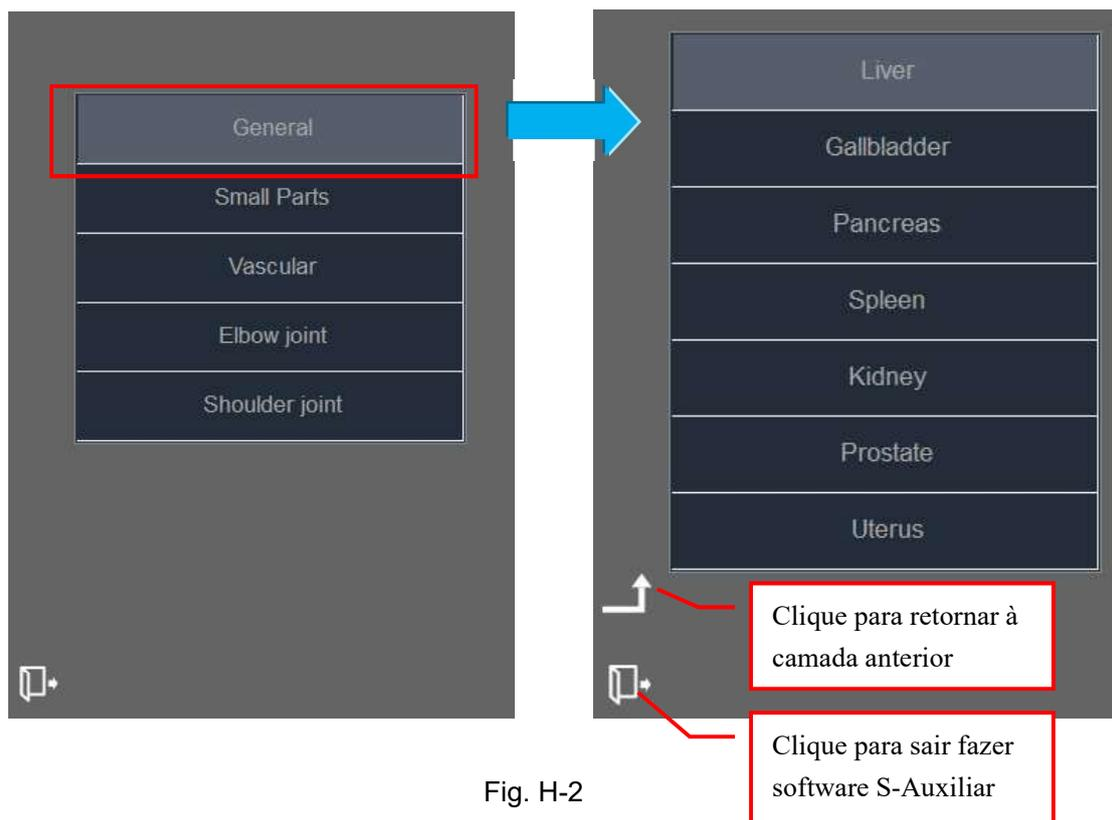

Fig. H-2
- 1) Depois de entrar no S-Helper, use o trackball e o botão **Set** para seleccionar a categoria relevante, por exemplo: clique em "**Geral**" para inserir o próximo nível do directório. Veja a Fig. H-2.